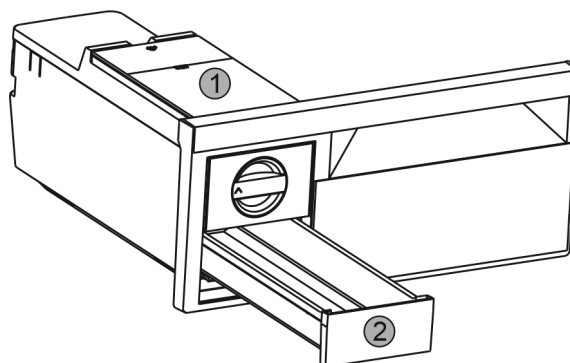

Fig. 45
- ▶ Wyjąć zbiornik wody Fig. 45 (1) i szufladę na kostki lodu Fig. 45 (2).